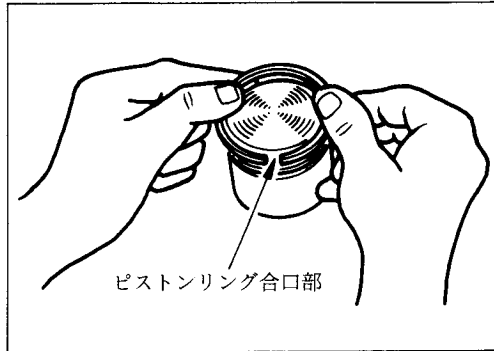

Fig. 5-4-3
② ピストン及びリング
- (a) リングエキスパンダー工具が利用出来ない場合 Fig 5-4-3 に示す様にピストンの第一ランドにリング舎口を入れてリングを組付けます。次にピストンの回りをすべらすように足りるだけリングを広げて正規の溝に入れます。